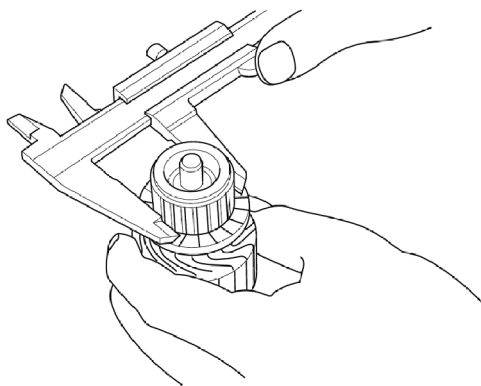

图 24-11 检查换向器直径
5) 如图 24-11 所示, 检查换向器直径 (标准: 27.9 ~ 28.0mm)。如果测得直径在维修极限 (27.0mm) 以下, 则更换电枢。